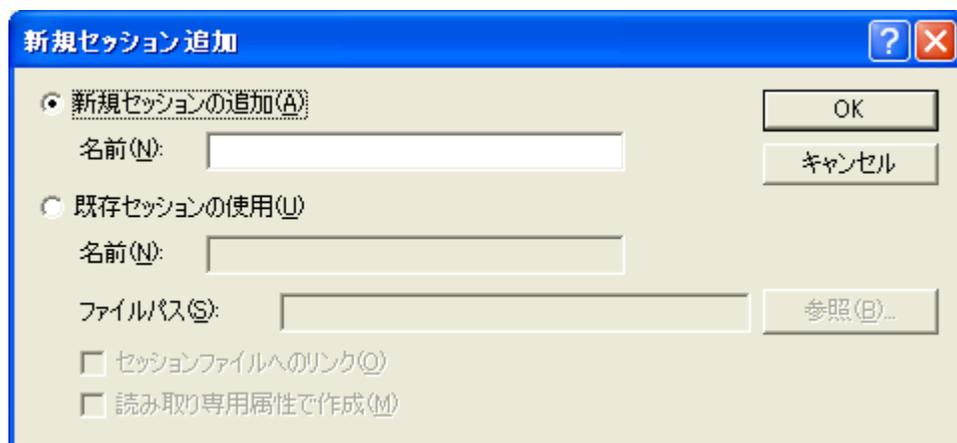

図 4.35 [新規セッション追加]ダイアログボックス
2. [追加...]ボタンをクリックしてください。[新規セッション追加]ダイアログボックスを表示します(図 4.35)。
2. [追加...]ボタンをクリックしてください。[新規セッション追加]ダイアログボックスを表示します (図4.35)。